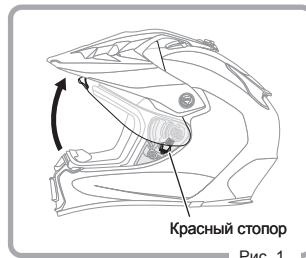

Рис. 1
- Полностью откройте визор (Рис. 1)